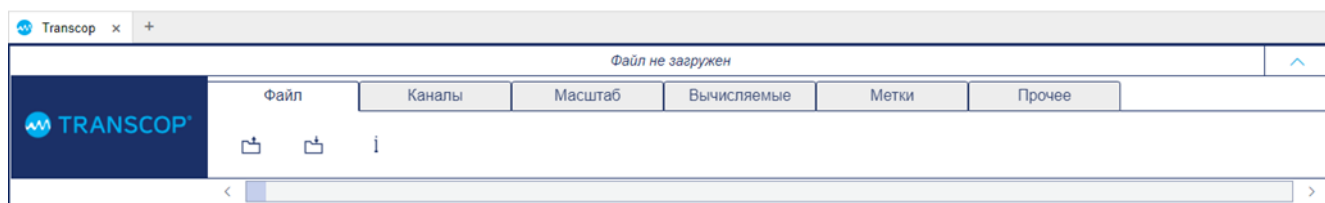

Рисунок 50 – Вариант оформления «Ribbon»
- «*Ribbon*» – элементы меню распределены по разным вкладкам (рис. 50);